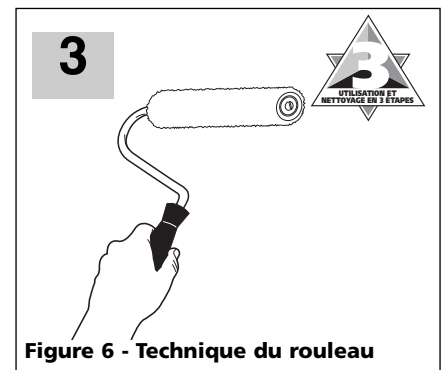

Figure 6 - Technique du rouleau
5. Utilisez la même technique de peinture que vous choisiriez pour un rouleau manuel (voir la figure 6). Rappelez-vous de mettre le moteur en marche à 'Faible' seulement lorsque vous avez besoin de plus de peinture. Ne sursaturez pas l'enveloppe du rouleau.